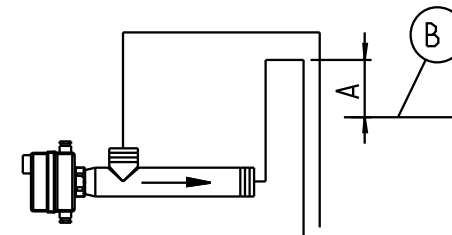

Abb. 4: Waagrechter Einbau (unter Beckenniveau)
Bei Montage unter der Wasseroberfläche (B) ist eine Rohrschleife mit ca. 1 m (A) über die Wasseroberfläche erforderlich (Abb. 4).